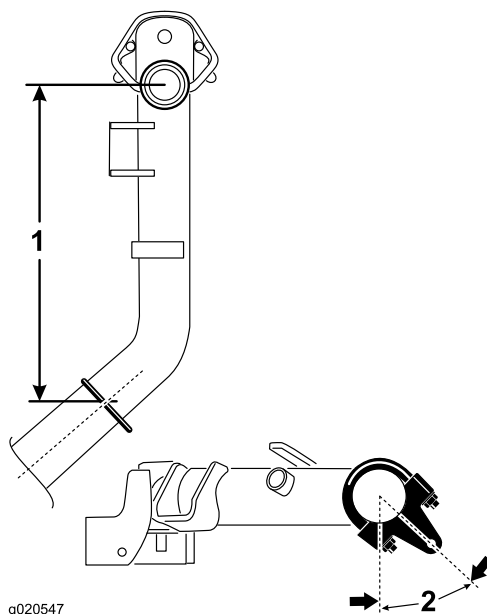

Bild 5
4. Positionieren Sie die Halterungen und U-Schrauben an den Hubarmen Nr. 2 und Nr. 3 38,1 cm hinter der Mittellinie des Kreuzgelenks (Bild 5).